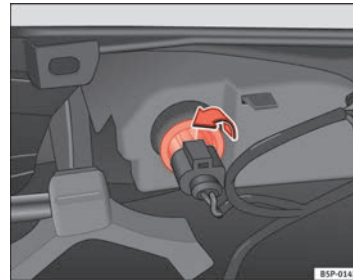

Abb. 193 Leuchte von der Innenseite des Stoßfängers aus gesehen
- Drehen Sie den Lampenträger nach links und nehmen Sie ihn in Pfeilrichtung ab ⇒ Abb. 193.